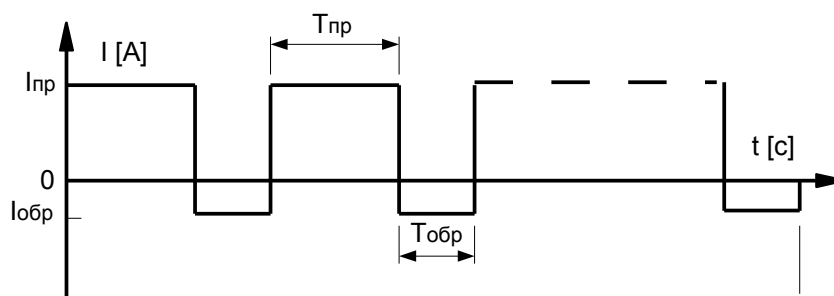

Рис. 10. Диаграмма выходного тока реверсивного источника.
1.3.2.3 Диаграмма работы источника оснащенного устройством реверсирования выходного тока, при ненулевых значениях времени прямого и обратного тока, показана на рис. 10